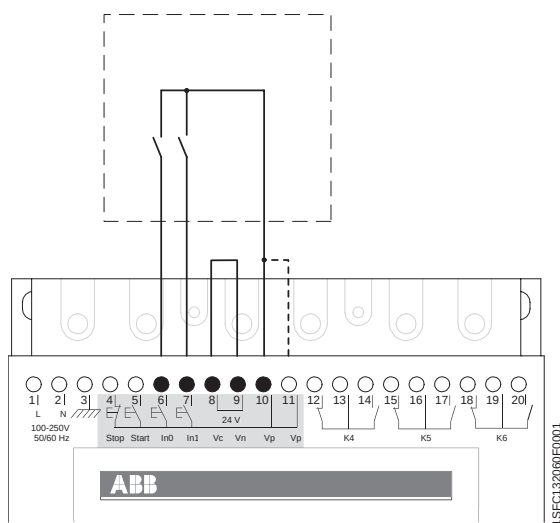
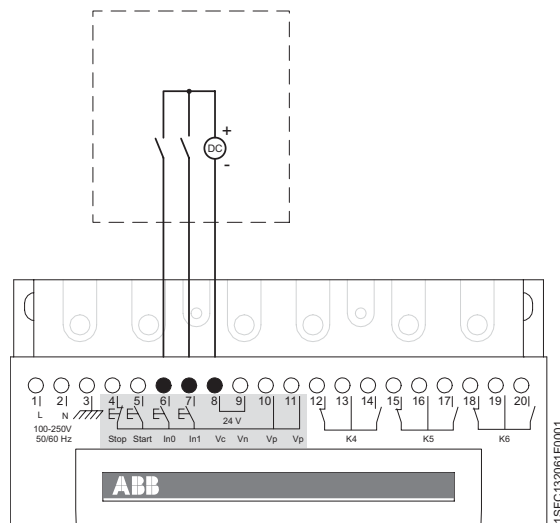

Figura 18: Tensão de controlo interno
Figura 19: Tensão de controle externo
1. Ligue os cabos de acordo com a Figura 18 ou a Figura 19, dependendo de estar a utilizar uma fonte interna ou externa.